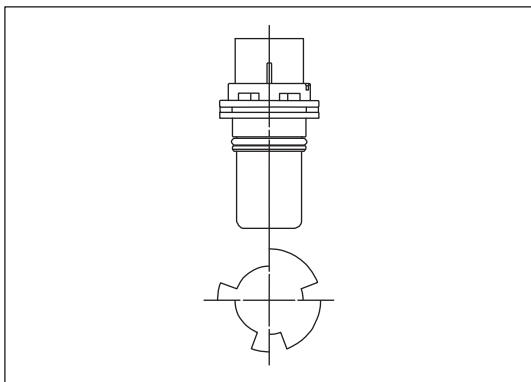

Рисунок 9-3-11. Схема работы датчика Холла
(3) Место установки
(4) Принцип действия
- » Датчик положения содержит датчик Холла; вращение вала приводит в действие задающий диск, установленный на конце вала. Работа датчика Холла основана на принципе Холла: когда зубец задающего диска находится напротив датчика, соответствующий выходной сигнал имеет низкий уровень; в противном случае выходной сигнал имеет высокий уровень. В одном положении распределительного вала сигнал есть, при другом положении распределительного сигнала отсутствует. Так определяются две разных верхних мертвых точек, как показано на рис. 9-3-11.
(5) Технические параметры